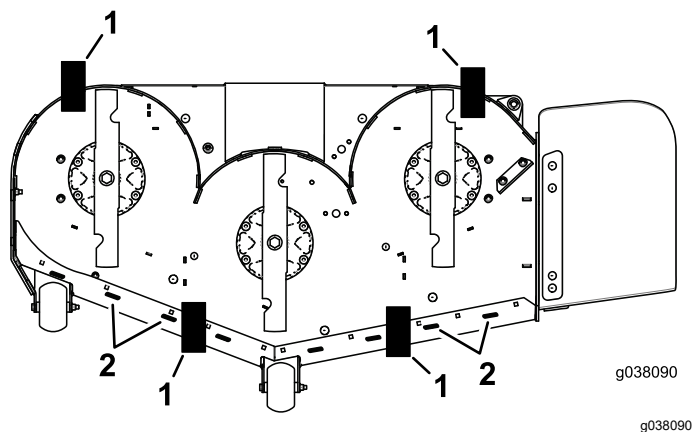

Figura 88
11. Coloque dos bloques (consulte la tabla *Altura de los bloques e inclinación*) debajo del borde trasero del faldón de la carcasa de corte, uno en cada lado de la carcasa de corte (Figura 88).